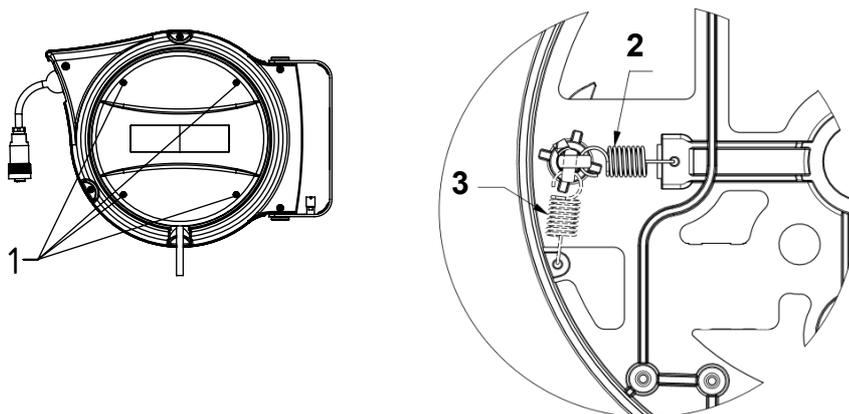

Fig. 5 :
- Desserrer les quatre vis (1) et retirer le cache latéral (voir Fig. 5).